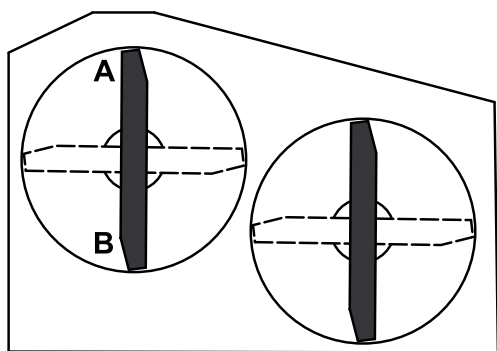

Figura 58
2. Disponete una lama in posizione longitudinale rispetto alla macchina. Misurate ai punti **A** e **B** da una superficie piana fino al tagliente della punta della lama (Figura 58).